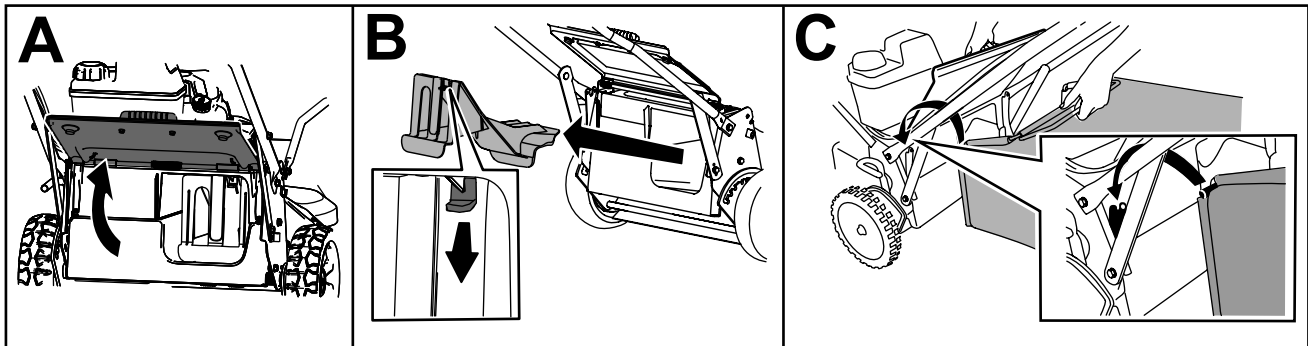

Figure 21
1. Soulevez le déflecteur arrière et maintenez-le dans cette position (A de Figure 21).
2. Retirez l'obturateur d'éjection arrière en appuyant sur le dispositif de verrouillage avec le pouce et en tirant l'obturateur hors de la machine (B de Figure 21).
3. Placez la tige du bac dans les crans à la base du guidon et agitez le bac d'avant en arrière pour vous assurer que la tige est bien engagée au fond des deux crans (C de Figure 21).